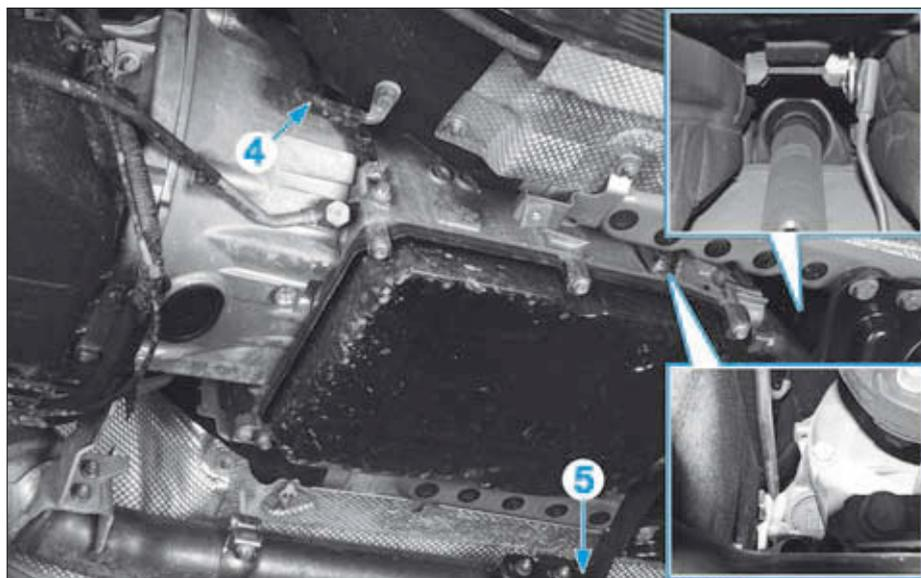

FIG.3
- la tresse de masse (4) sur la transmission automatique (Fig.3).
- le support d'échappement (5) (Fig.3),